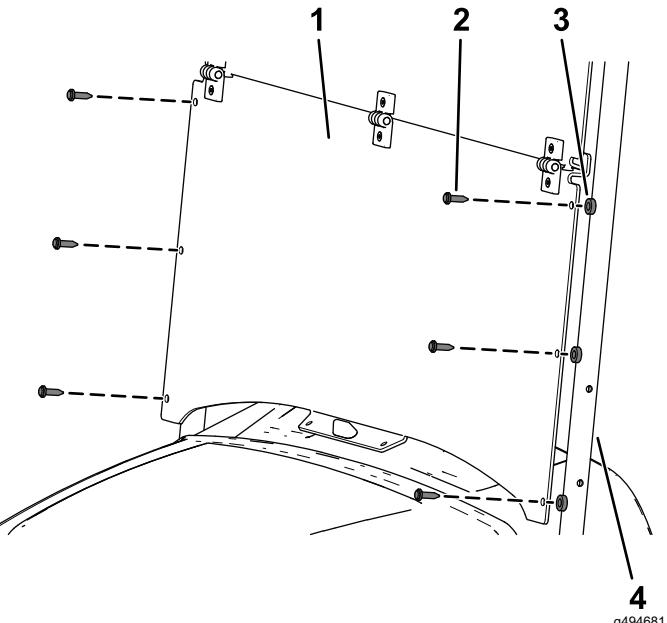

Рисунок 8
3. Совместите отверстия в нижней части ветрового стекла с отверстиями в опорных трубах навеса (Рисунок 8).
4. Прикрепите боковые части ветрового стекла к опорным трубам навеса при помощи 6 пластмассовых проставок и 6 длинных пластмассовых заклепок (Рисунок 8).